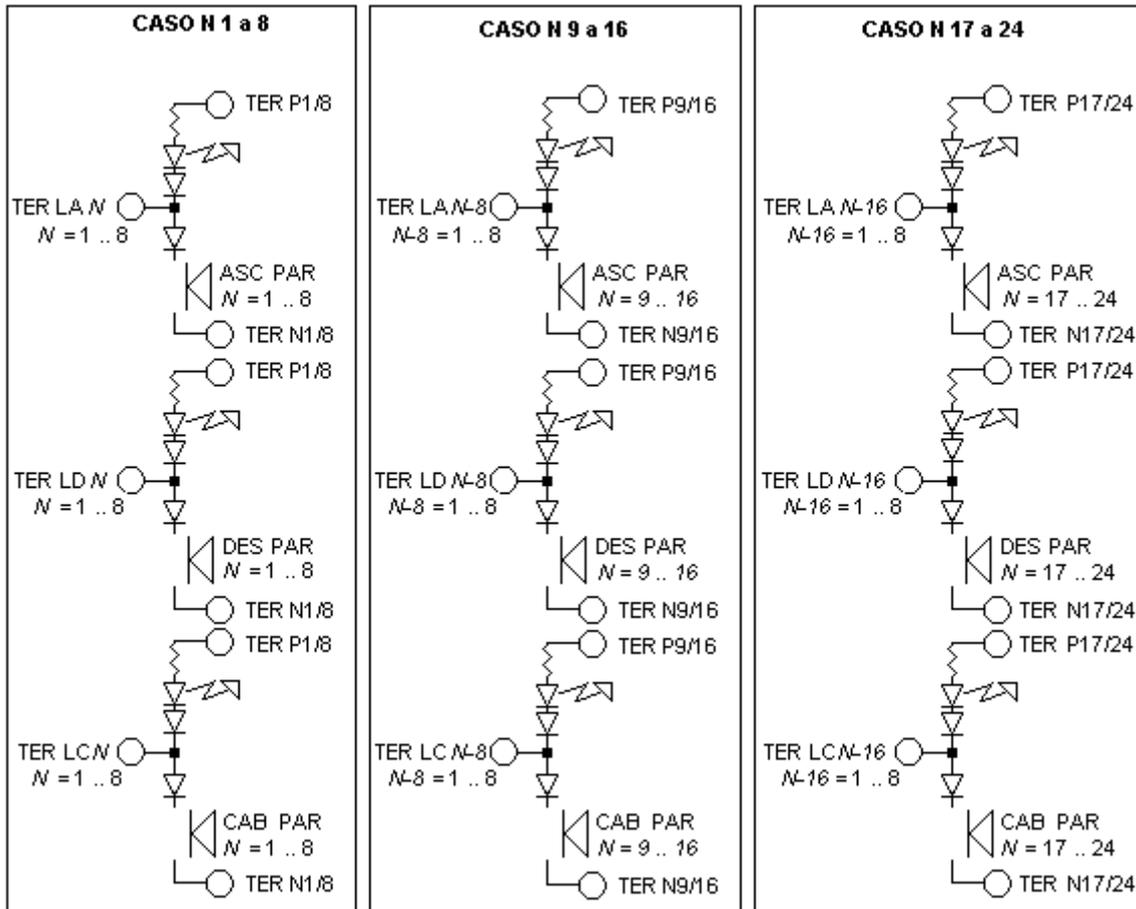

Figura 14
- Los pulsadores de llamada de cabina, de llamada descendente y de llamada ascendente de una parada  $N$  comprendida entre 1 y 8 se conectan a los terminales P1/8 y N1/8, y respectivamente a los terminales LCN, LDN y LAN, según la Figura 14
- Los pulsadores de llamada de cabina, de llamada descendente y de llamada ascendente de una parada  $N$  comprendida entre 9 y 16 se conectan a los terminales P9/16 y N9/16, y respectivamente a los terminales LC N-8, LD N-8 y LA N-8 y según la Figura 14
conectan a los terminales P17/24 y N17/24, y respectivamente a los terminales LC N-16, LD N-16 y LA N-16 según la Figura 14.
En el circuito de la Figura 14, los LEDs de registro activos destellan. Para eliminar este destello, se pueden conectar los LEDs de registro según la figura Figura 10.
- Los pulsadores de llamada descendente y de llamada ascendente de una parada  $N$  comprendida entre 1 y 8 se conectan a los terminales P1/8 y N1/8, y respectivamente a los terminales LDN y LAN, según la Figura 14